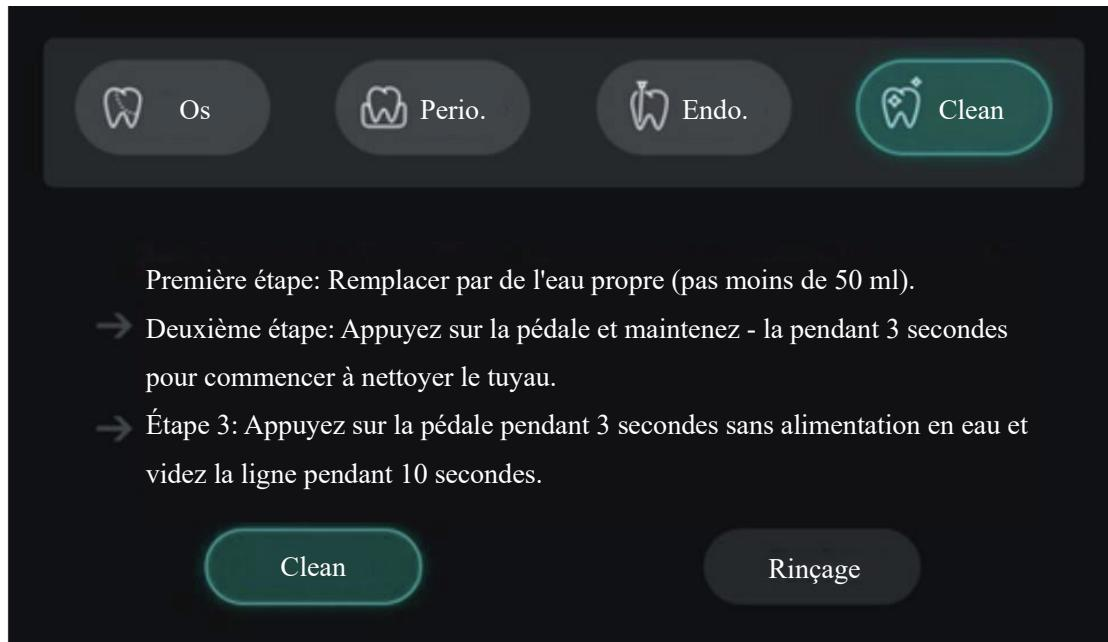
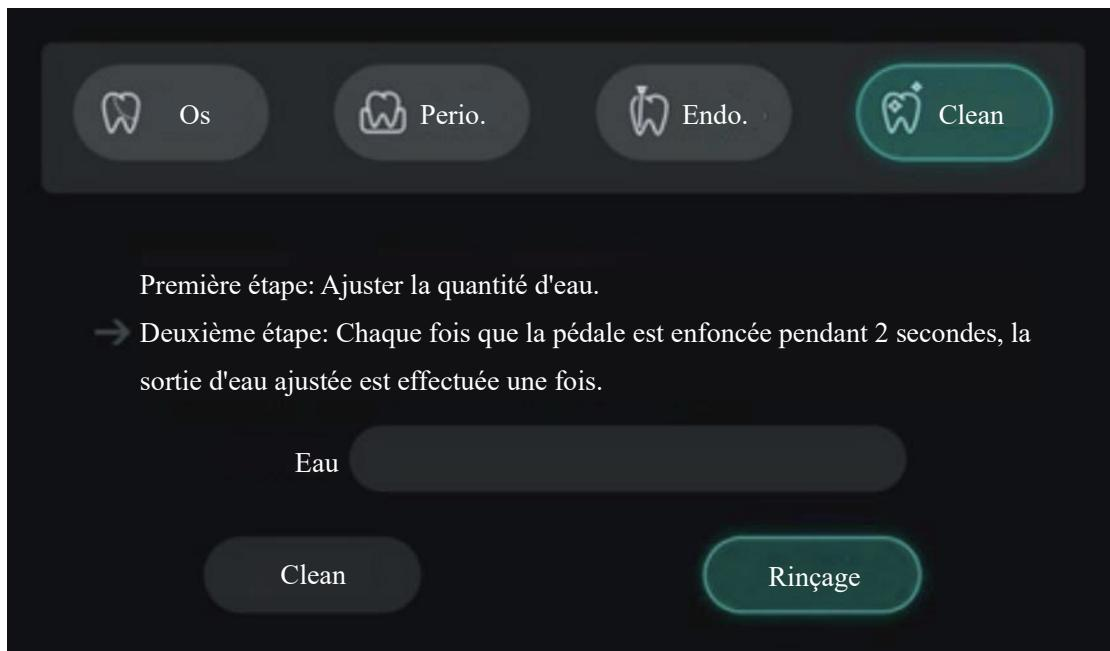

Figure 12
Figure 13
Comme le montrent les figures 12 et 13, lorsque le nom du mode « propre » est sélectionné dans la zone verte, l'équipement est en mode propre; Dans ce mode, l'équipement n'a qu'une fonction de sortie d'eau et aucune sortie de vibration ultrasonore; Il est divisé en "mode nettoyage" et "mode rinçage". Le « mode de nettoyage » illustré à la figure 12 est utilisé pour rincer le tuyau avec de l'eau propre après le fonctionnement; Le « mode de rinçage » est illustré à la figure 13 et permet de régler la sortie de la quantité d'eau à chaque fois que la pédale est enfoncée.
7.2.5 fonction de rinçage (fig. 12)